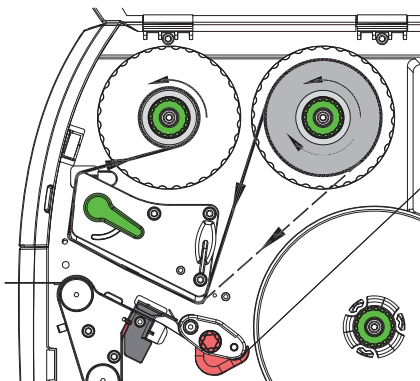

Figure 22 Défilement du ruban transfert
5. Maintenir le rouleau de ruban transfert (1) et tourner le bouton de réglage sur le dérouleur (3) dans le sens inverse des aiguilles d'une montre jusqu'à ce que le rouleau soit fixé.
6. Pousser un mandrin approprié (4) sur l'enrouleur de ruban transfert (5) et le fixer de la même manière.
7. Guider le ruban transfert à travers le mécanisme d'impression comme décrit sur la Figure 22.
8. Fixer le début de ruban transfert avec une bande collante sur le mandrin (4). Respecter le sens de rotation, à l'inverse des aiguilles d'une montre, de l'enrouleur de ruban transfert.
9. Tourner l'enrouleur (5) dans le sens inverse des aiguilles d'une montre pour lisser le ruban transfert.
10. Tourner le levier (6) dans le sens des aiguilles d'une montre pour verrouiller la tête d'impression.